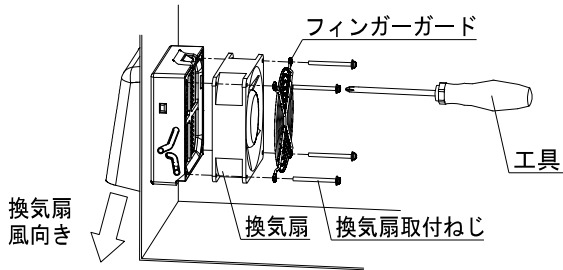

図11
①本器に換気扇、フィンガーガードを、換気扇に付属されているねじで取付けてください。(図11参照)